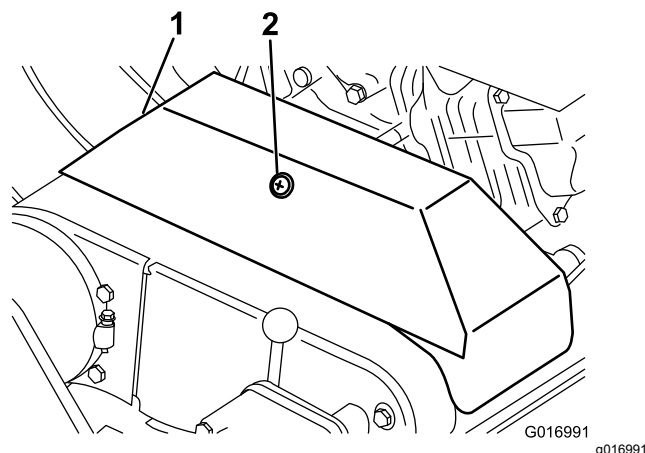

Figure 39
3. Desserrez la fixation du couvercle de la courroie trapézoïdale et ouvrez le couvercle (Figure 39).